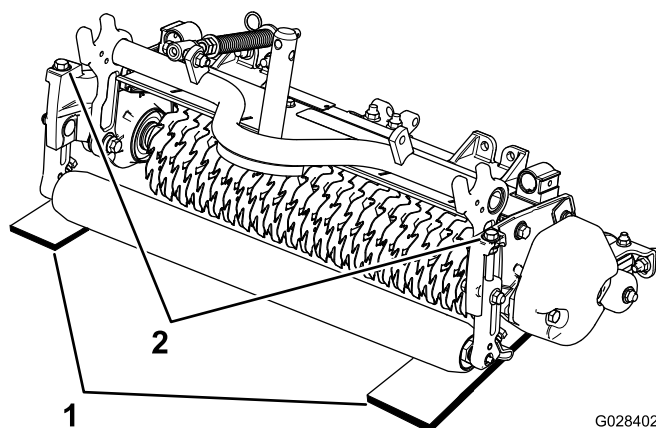

Figura 9
2. Collocate due spessori alti quanto la profondità di penetrazione desiderata sotto i rulli anteriore e posteriore del verticutter su entrambi i lati del cilindro (Figura 9).
3. Girate ogni bullone di regolazione sulla staffa dell'altezza di taglio (Figura 9) fino a quando le lame del cilindro non toccano il suolo a entrambe le estremità.